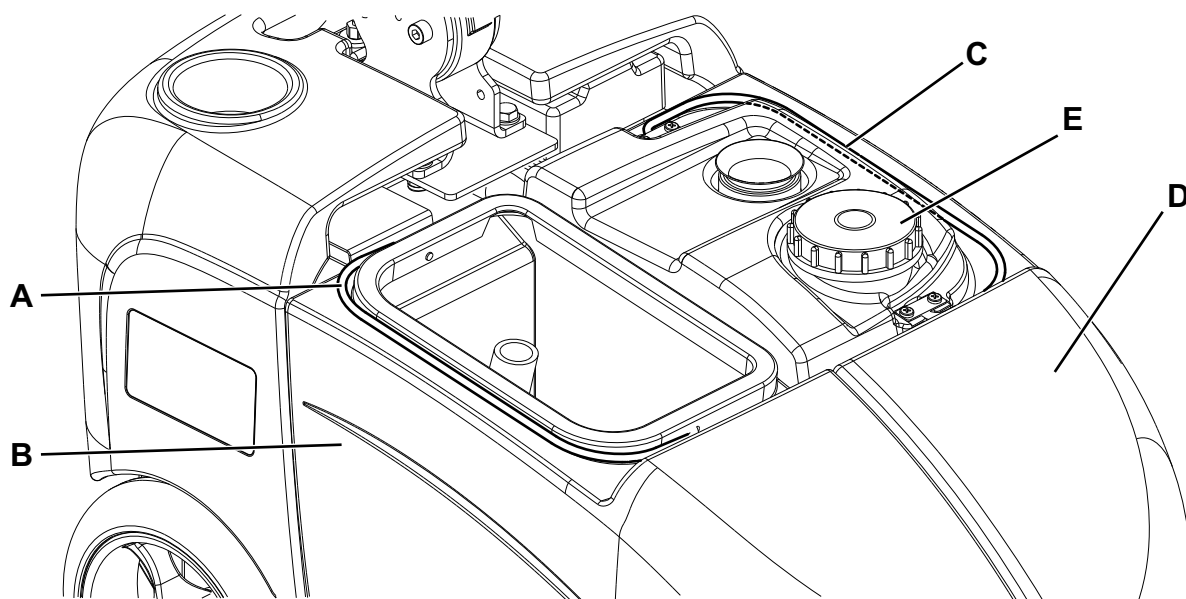

Figure 3
1. Arrêter la machine en tournant la manette (32) sur "0".
3. Enlever le couvercle transparent (24).
4. Saisir le guidon (A, Fig. 3) et soulever le réservoir de l'eau de récupération (B).
7. Saisir le guidon (C, Fig. 3) et soulever le réservoir de solution (D).
8. Ouvrir le bouchon (E) et vider le réservoir de solution. Le travail effectué, rincer le réservoir à l'eau propre.